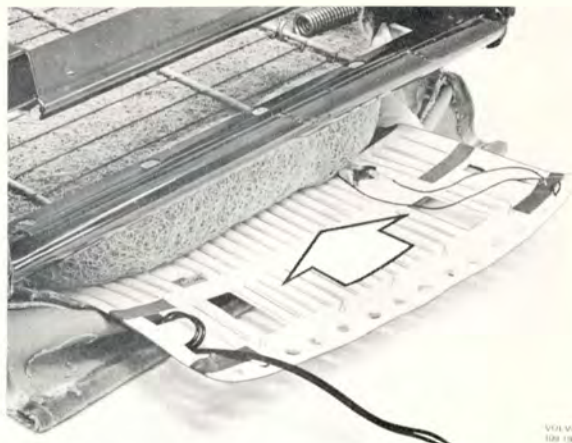

Bild 8-37. Montering av sitselement
- D. Trä in det nya elementet i dynan. OBS! Taggarna på elementet ska vara vända mot stoppningen. Elledningarna ska dras fram vid sittdynans inre kant, bild 8-37.